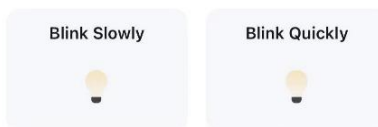
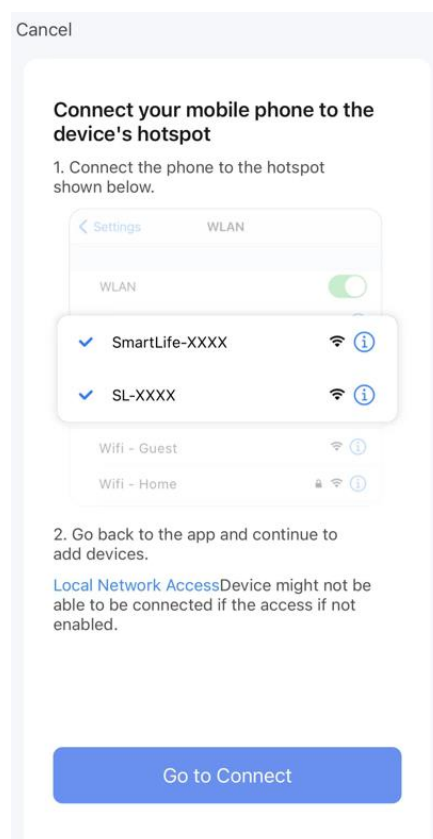

Fig. 2
Fig. 3
- 2) Premere "Next" (Fig. 1). Apparirà un messaggio con la richiesta di controllare lo stato dell'indicatore Wi-Fi (Fig. 2). Premere "Blink Quickly".
- 2) Premere "Next" (Fig. 1). Apparirà un messaggio con la richiesta di controllare lo stato dell'indicatore Wi-Fi (Fig. 2). Premere "Blink Slowly". Quindi premere "Go to Connect" (Fig. 3) per collegare il proprio dispositivo mobile all'hotspot dell'apparecchio ("SmartLife-XXXX"). Quando l'hotspot è collegato, tornare all'app.